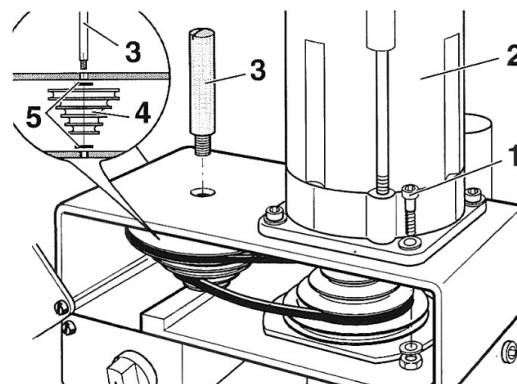

Fig. 21
- Die Befestigungsschrauben 1 (Fig. 21) lösen.
- Welle (3) herausdrehen und Keilriemenscheibe (4) mit Distanzscheiben (5) herausnehmen.
- Loosen the fastening screws 1 (Fig. 21).
- Turn the shaft out and remove the V-belt pulley (4) with the spacers (5).
- Desserrer les vis de fixation 1 (fig. 21).
- Dévisser l'axe (3) puis déposer la poulie (4) avec les disques de calibrage (5).
- Allentare le viti di fermo 1 (fig. 21).
- Togliere l'albero (3) ed estrarre la puleggia a gole trapezoidali (4) insieme con i distanziatori (5).